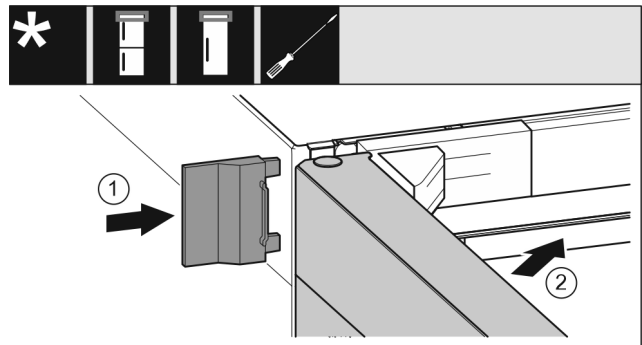

Fig. 24
- ▶ Skjut på det yttre skyddet. Fig. 24 (1)
- ▶ Stäng den övre dörren. Fig. 24 (2)